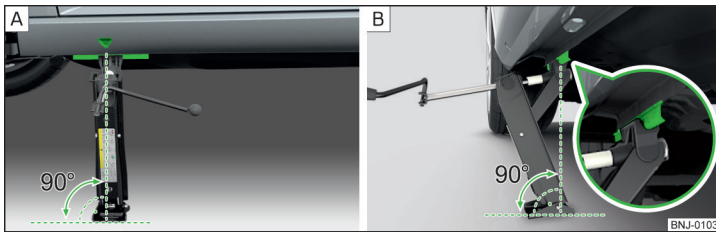

Abb. 186 Wagenheber ansetzen
- Die Grundplatte des Wagenhebers mit der gesamten Fläche auf einem geraden Untergrund stellen, sodass sich der Heber in senkrechter Position zum Aufnahmesteg befindet » Abb. 186 - **A**.
- Den Wagenheber mit der Kurbel so weit hoch drehen, bis die Klaue des Hebers den Steg umfasst » Abb. 186 - **B**.